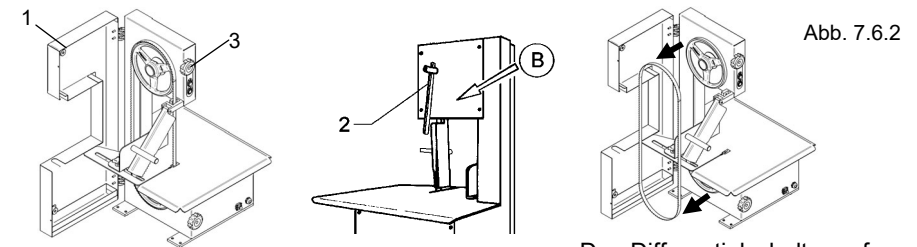

Abb. 7.6.2
- Den Hebel „2“ nach unten drücken, wie auf Abb. 7.6.2 durch Pfeil „B“ aufgezeigt.